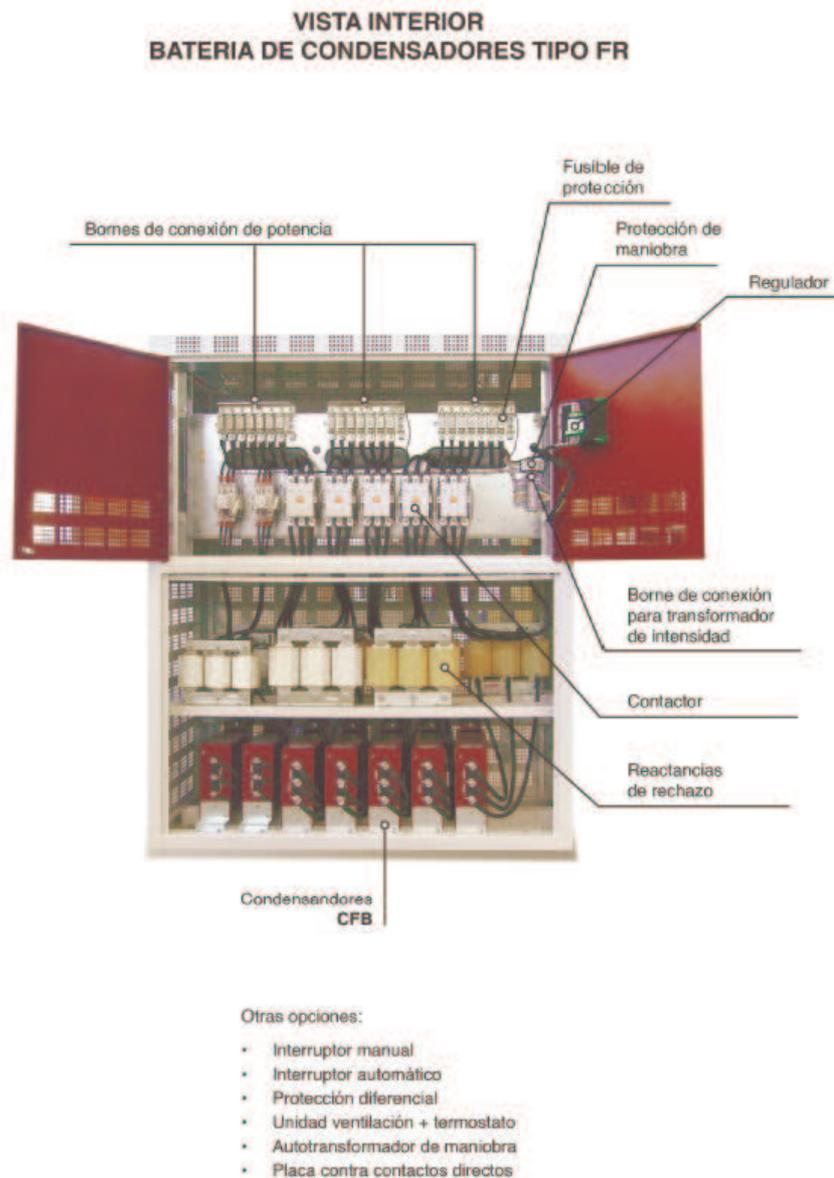

Fig. 4-3 .- Componentes de las baterías FR
En la Fig. 4-3 pueden verse los distintos modelos de baterías con filtros y los componentes esenciales de las mismas. Nótese que algunos elementos de protección son opcionales.
- Conectar el borne de tierra de la batería de filtros alojado en el panel de maniobra del equipo (ver Fig. 4-3) a la toma de tierra exterior. La sección del cable de tierra se seleccionará según los límites de intensidades admisibles establecidos en el REBT ( ITC-BT-19 – Instalaciones interiores ó receptoras).
- Asegurese de que el magnetotérmico interior que arranca el regulador (indicado como protección de maniobra en la fig. 4.3) está conectado